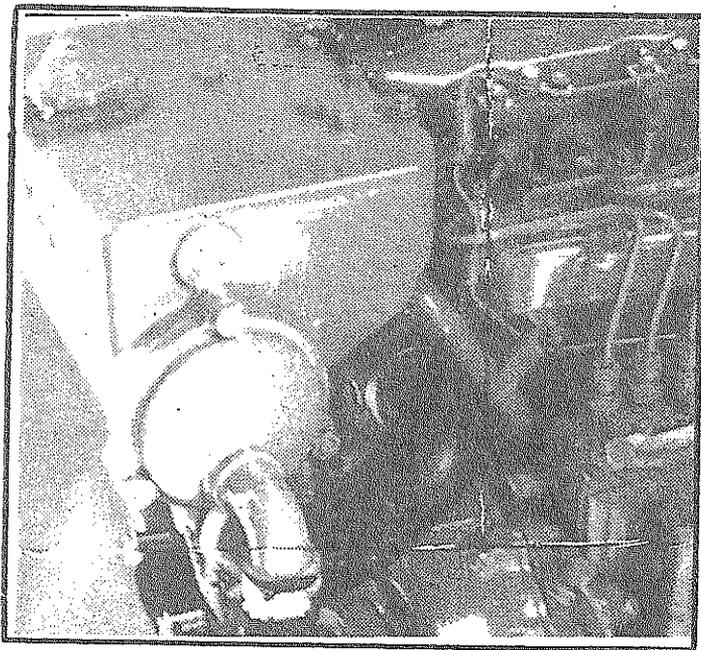

Fig. 21
- 4) Desmontar las siete tuercas fijación intercambiador (Fig. 21).